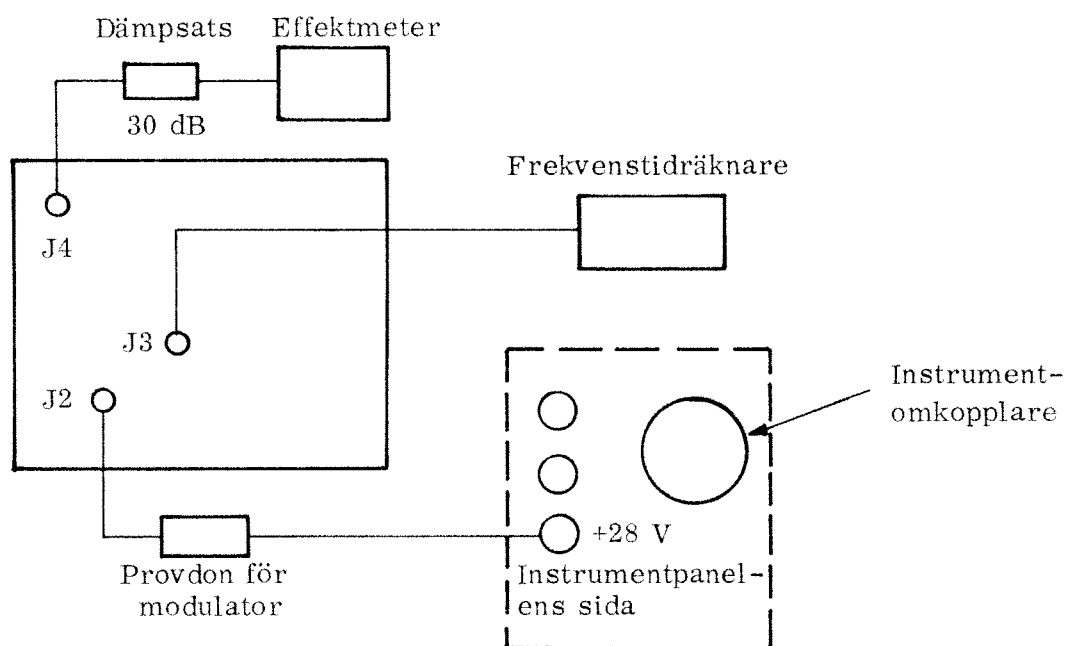

Bild 4
- 4.2.1.3 Anslut frekvenstidräknaren över en koaxialkabel till modulator-enhetens hylstag J3 FREQ, se bild 4.